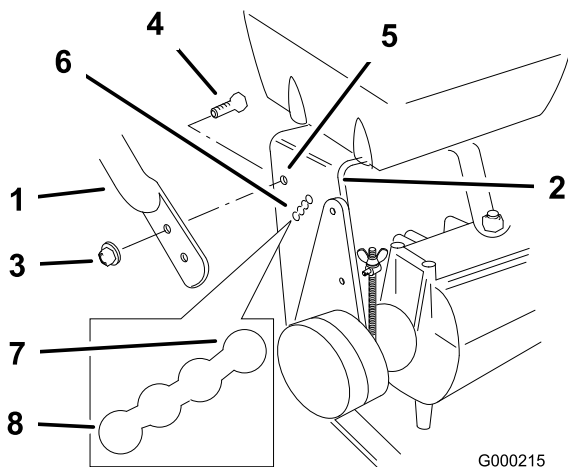

Figura 19
- Afloje los pernos con arandela prensada superiores (3/8 x 1 pulg.) y la tuerca con arandela prensada que fijan el manillar al bastidor trasero (Figura 19).
- Retire los pernos con arandela prensada inferiores (3/8 x 1 pulg.) y las tuercas con arandela prensada que fijan el manillar al bastidor trasero (Figura 19).